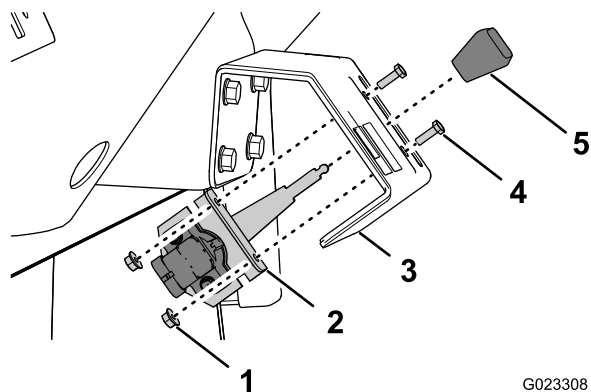

図 19
1. ハンドスロットルのレバーからノブがまだ付いている場合にはを外す 図 19。
2. ハンドスロットルのレバーを、ハンドスロットル・ブラケットのスロットに合わせ、ハンドスロットルに取り付けた取り付けブラケットの穴とハンドスロットル・ブラケットの穴とを整列させる 図 19。
3. ハンドスロットルブラケットを、ハンドスロットル・ブラケットに固定するボルト10 - 32 x 5/8本とナット2個を使用する 図 19。